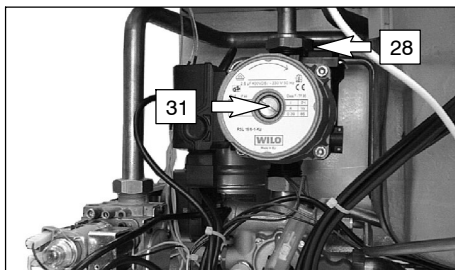

fig. 6.3
- 7 Aflojar el tapón de la válvula automática de purga 28 en la fig. 6.3
- 11 Quite el tapón 31 de la fig. 6.3 y desbloquee la bomba girando el rodete por medio de un des-